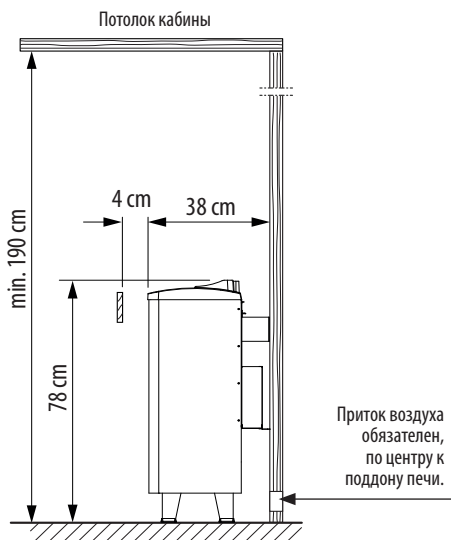

Рис. 1
- Минимальная высота кабины должна составлять **1,90 м** (рис. 1).